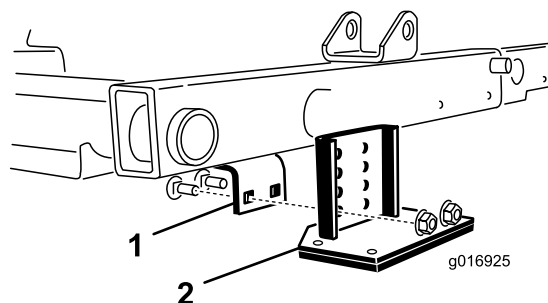

Figura 30
- 2. Localize o suporte da estrutura acima do centro da unidade de corte (Figura 30).
- 3. Pressionando para baixo o cilindro frontal da unidade de corte central, determine quais os furos do suporte de comando que alinham com os furos do suporte da estrutura para obter o mesmo contacto do rolo quando o suporte de controlo estiver instalado (Figura 30).
- 4. Desça as unidades de corte e monte o suporte de controlo na estrutura com os 2 parafusos da carroçaria e 2 porcas fornecidos com o kit (Figura 30).